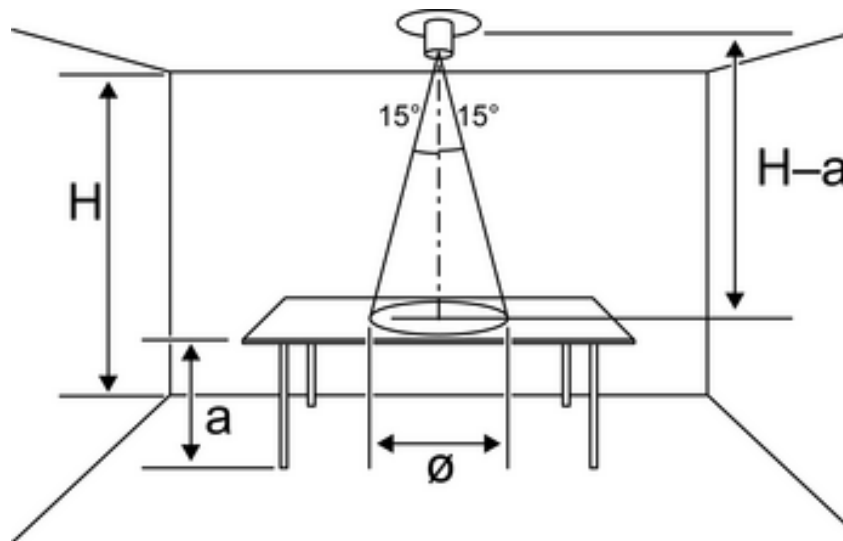

Figure 3: Tube de conduction de la lumière à détection droite
- Monter le régulateur de luminosité au plafond de la pièce droit au dessus de la surface de travail (figure 3).
Le régulateur se situe directement au dessus de la surface de travail (figure 3).